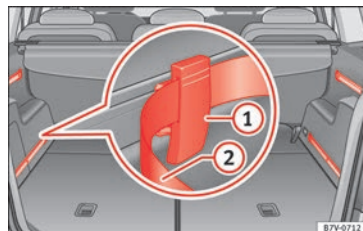

Fig. 169 Dans le coffre à bagages : système avec rails, éléments de fixation réglables (1) et ceinture dotée d'un rétracteur réglable (2).
- Placez un élément de fixation avec les roues vers le haut » **fig. 169** (1) sur la partie supérieure du guide et appuyez vers le bas. »